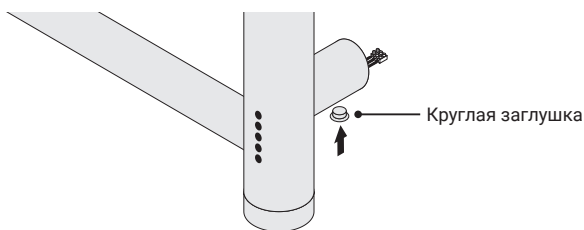

Рис.8
4.2.3. Установить круглую заглушку на нижней стороне модуля скрытого подключения вместо заглушки с отверстием (рис. 8).